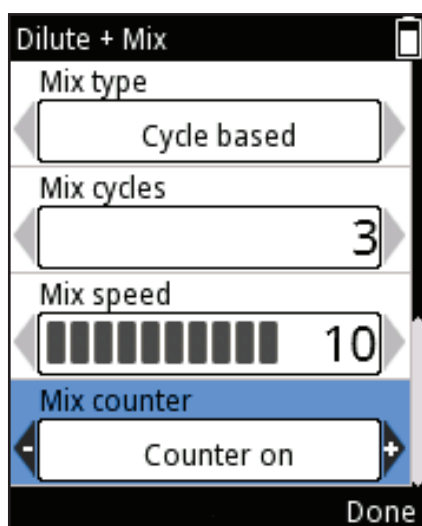

Figura D33.
9. Scorrere fino a **Counter** (Contatore) e selezionare **Counter off / on** usando  ,  (Figura D33).